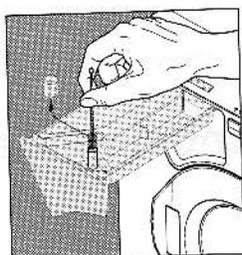

Bild 2
- den Weichspülereinflußkanal mit einer Flaschenbürste reinigen und die Saugheberkappe wieder auf den Stützen stecken (Bild 2).